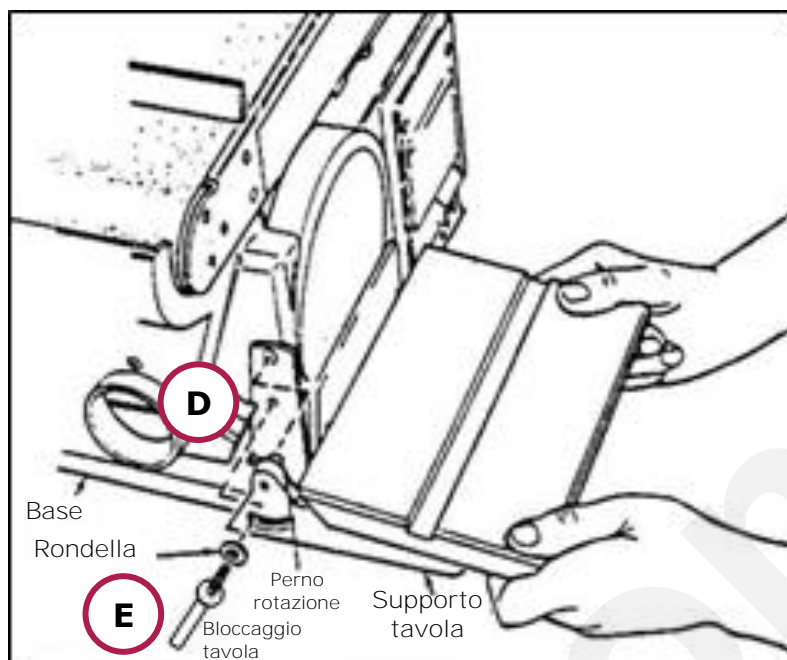

Figura 8 – Montaggio della tavola di lavoro.
1. Rimuovete la tavola da lavoro, svitando la leva di fissaggio (E) posta a sinistra della tavola stessa (figura 8). Allentando la leva, la tavola può essere sfilata e rimossa dalla macchina.